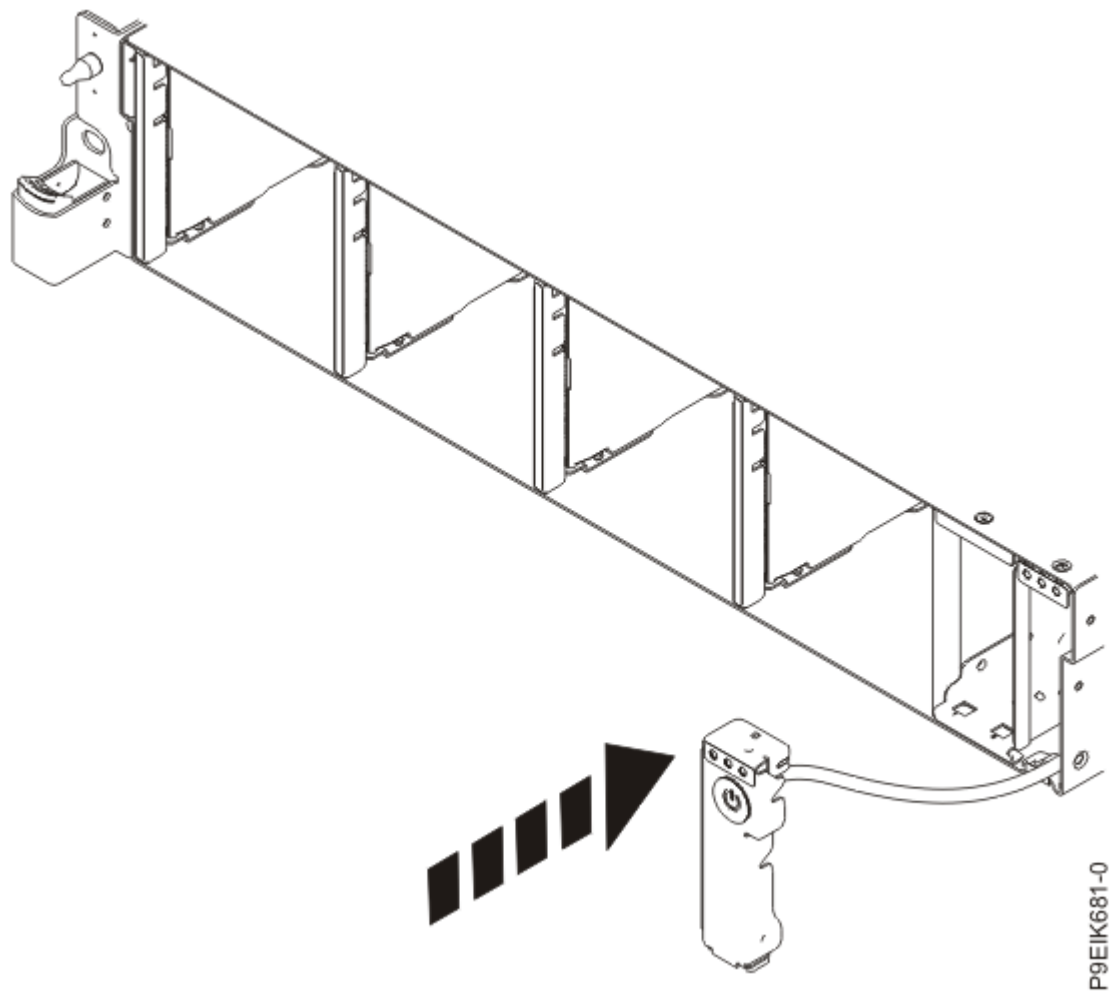

Figura 39. Sustitución del interruptor y cable de alimentación en la placa posterior del sistema
3. Inserte el interruptor y cable de alimentación en el sistema, tal como se muestra en la Figura 39 en la página 55. Vaya con cuidado al hacer pasar el cable a través de la placa posterior del sistema.